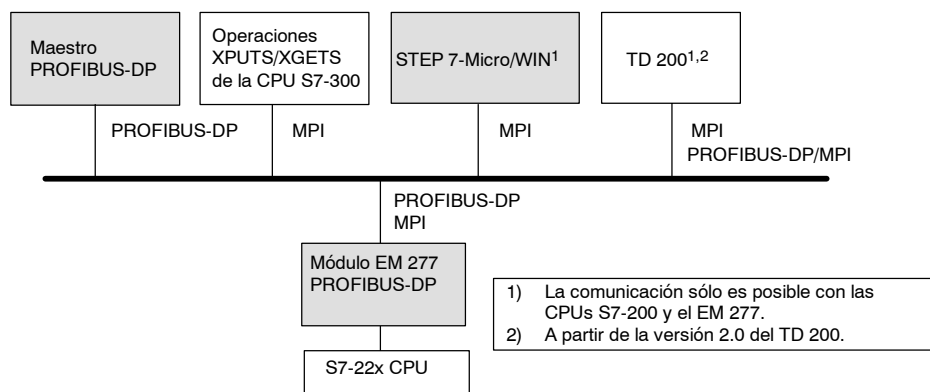

Figura A-27 Red PROFIBUS-DP/MPI
Además del maestro DP, es posible conectar seis equipos (como máximo) al módulo EM 277 PROFIBUS-DP. Una conexión se reserva para una unidad de programación (PG) y otra, para un panel de operador (OP). Las cuatro conexiones restantes pueden ser utilizadas por cualquier maestro MPI. Para que el módulo EM 277 PROFIBUS-DP se pueda comunicar con varios maestros, todos los maestros deberán utilizar una misma velocidad de transferencia. La figura A-27 muestra un ejemplo de una configuración de red.